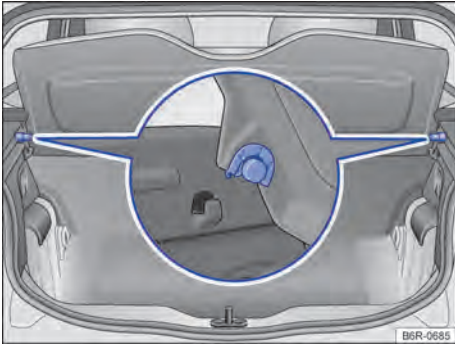

Fig. 91 En el maletero: desmontar y montar la bandeja trasera.
- Retirar la bandeja trasera de los soportes laterales por arriba → fig. 91.
- Presionar la bandeja trasera en los soportes laterales por abajo → fig. 91.